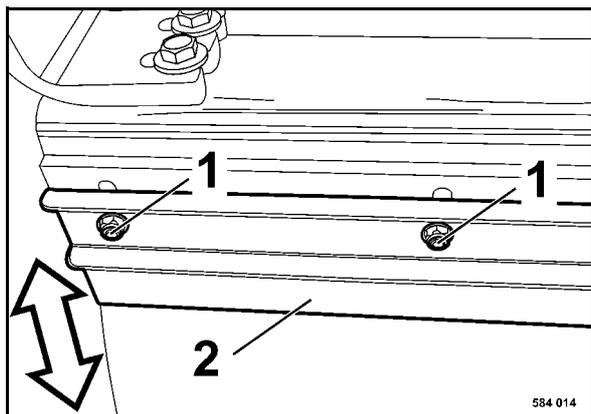

Рис. 193
- Для регулировки скребка 2 (Рис. 193) ослабить крепежные винты (1) на удлиненном отверстии и передвинуть скребок в направлении обод-установка.